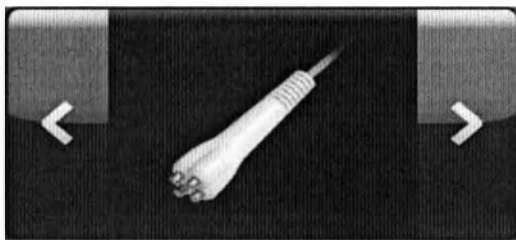

Рис. 10. Стрелки выбора аппликатора (с выбранным аппликатором Diamondpolar)
2. Воспользуйтесь стрелками влево/вправо кнопки *Выбор аппликатора* (см. Рис. 10) для выбора желаемого аппликатора.